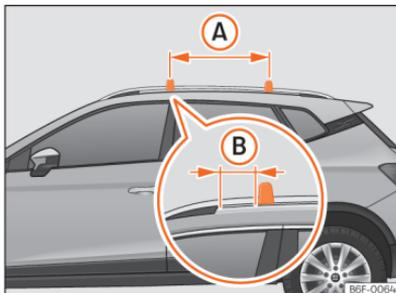

Fig. 147 Pontos de fixação das barras longitudinais para o porta-bagagens de tejadilho.
As barras transversais montam-se nas barras laterais do tejadilho. A distância entre barras transversais »» Fig. 147 (A) deverá ser 75 cm e a distância das barras transversais aos suportes das barras laterais do tejadilho (B) deverá ser de 5 cm.